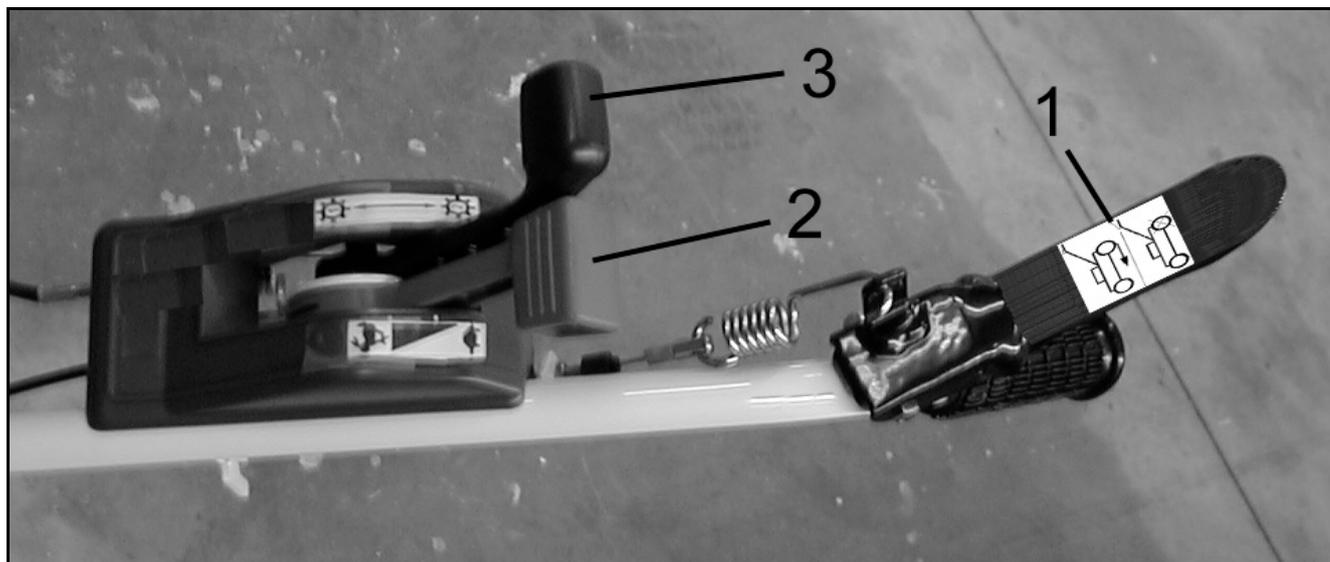
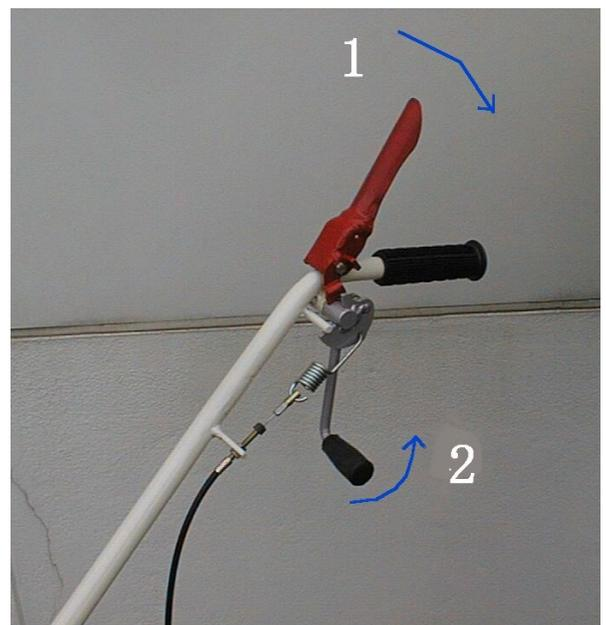

Figure 1
Figure 4
Pour faire la tondeuse, appuyer sur la poignée d'avancement (Figure 1, repère 1). Dès que vous relâchez la poignée, la machine s'arrête.
Il permet de contrôler la vitesse de rotation du moteur. On accélère en poussant le levier (Figure 1, repère 2) vers l'avant et on ramène le moteur au ralenti en le tirant en arrière.
Il permet de sélectionner la vitesse d'avancement pour le travail (Figure 1, repère 1), soit pour le transport (Figure 1, repère 1).
- Relâchez la poignée d'avancement (Figure 1, repère 1) puis celle de l'embrayage de coupe (Figure 4).
- Placez le levier d'accélération au ralenti (Figure 1, repère 2).